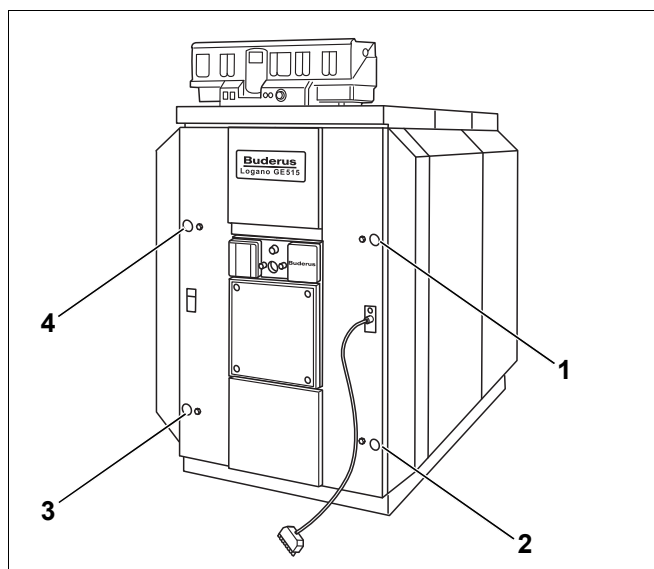

Рис. 71 Крепление дверцы горелки
- ▶ Отверните четыре болта, которыми дверца горелки крепится к передней секции (рис. 71, [1] - [4]).